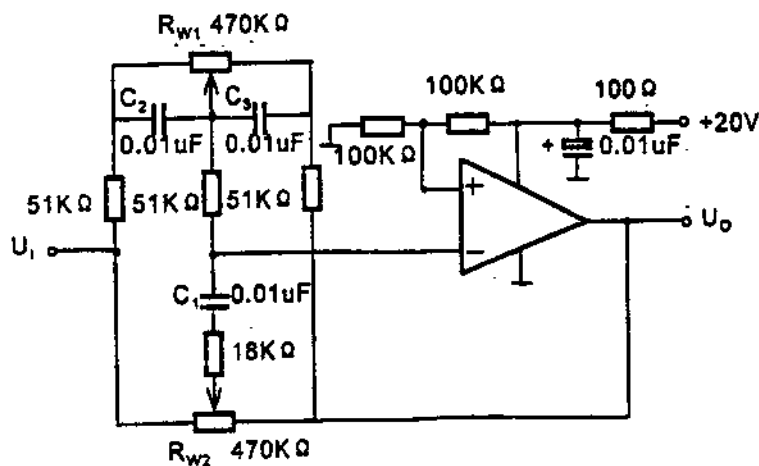

图2.1.16
b. 音调控制器可采用如图2.1.16所示电路。其中 R_{w1} 用来调节低频放大倍数， R_{w2} 用来调节高频放大倍数。